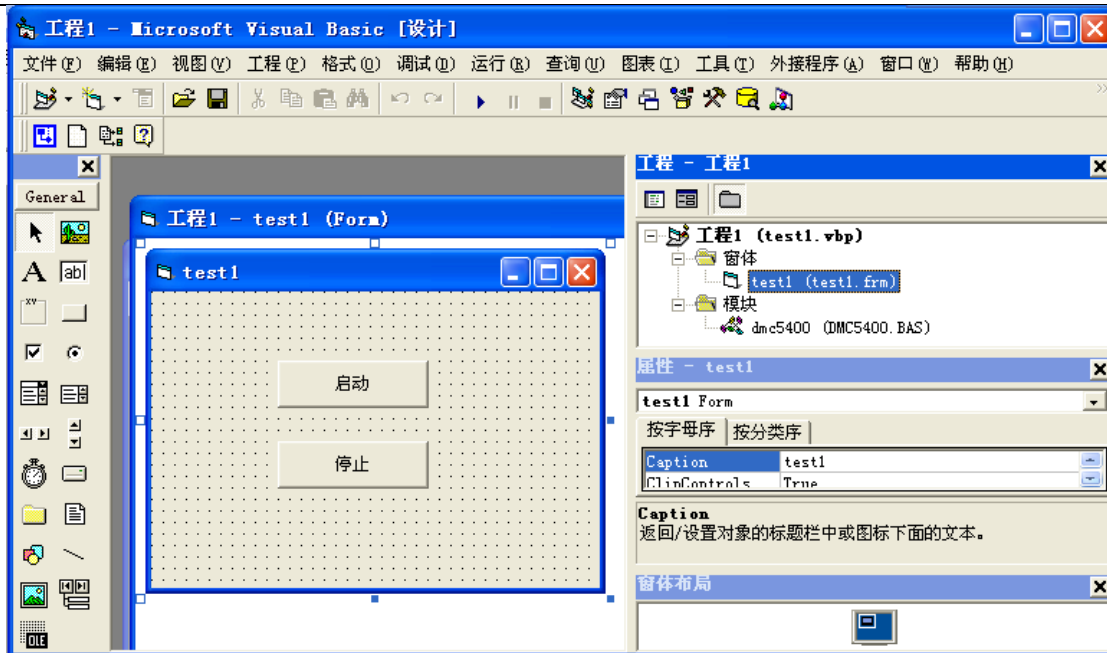

图 7-4 添加头文件
- (3) 工程保存在 E:\test1 目录下;
- (4) 在资料光盘相应目录下找到 DMC5400.bas 文件,拷贝到 test1 目录下;
- (5) 选择“工程”->“添加模块”->“现存”,找到 test1 目录下的 DMC5400.bas 文件,添加到工程中,如图 7-4 所示: